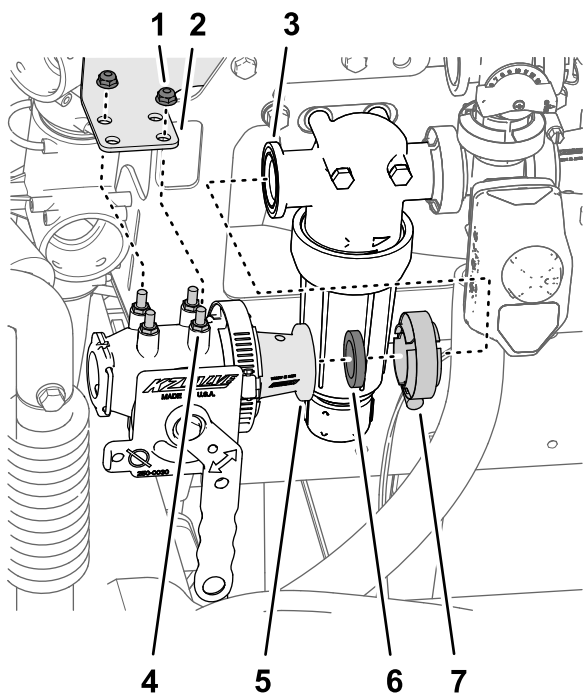

Figure 8
- Alignez la bride de l'adaptateur réducteur (vanne de mélange) sur la bride de la tête du filtre sous pression (Figure 8) avec le joint que vous avez retiré à l'opération 2 de Débranchement des flexibles (page 4).
- Mettez les goujons de la tête du filtre sous pression de coupure du mélangeur dans les trous de la patte de montage (Figure 8).
- Fixez la bride de l'adaptateur réducteur sur la bride de la tête de filtre sous pression (Figure 8) avec le collier que vous avez retiré à l'opération 2 de Débranchement des flexibles (page 4).